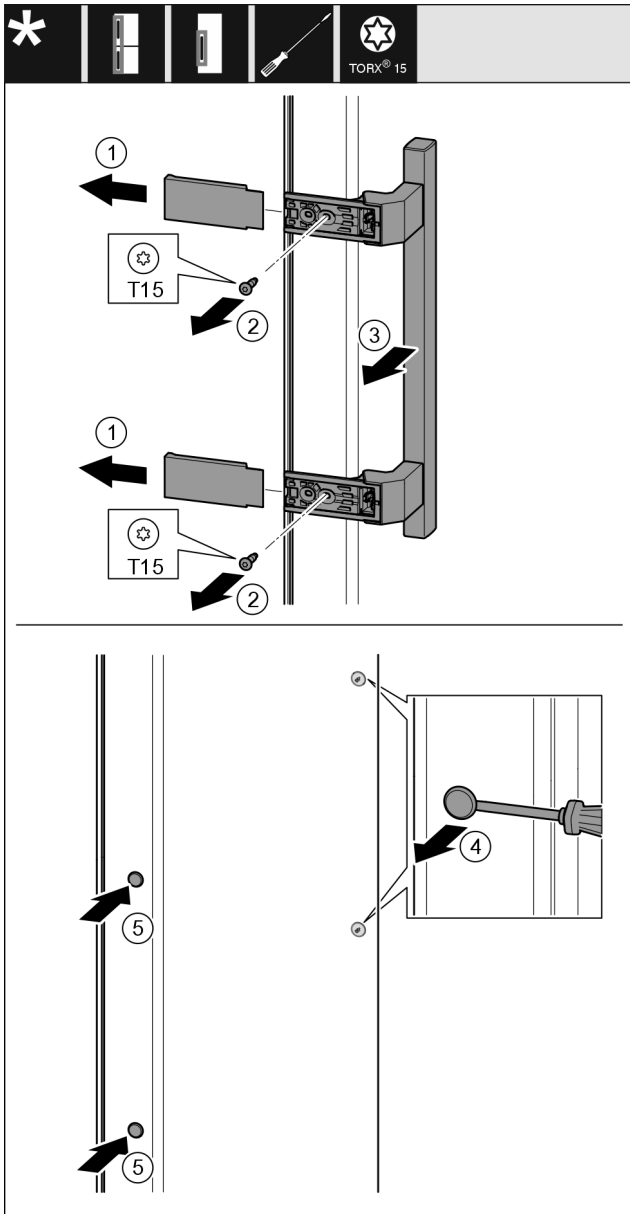

Fig. 19
- ▶ Vedä suojus Fig. 19 (1) irti.
- ▶ Kierrä ruuvit Fig. 19 (2) ulos ruuvimeisselillä.
- ▶ Poista kahva Fig. 19 (3).
- ▶ Nosta sivulla olevia tulppia Fig. 19 (4) varovaisesti uraruuvimeisselillä ja vedä irti.
- ▶ Aseta tulpat Fig. 19 (5) uudelleen toiselle puolelle.